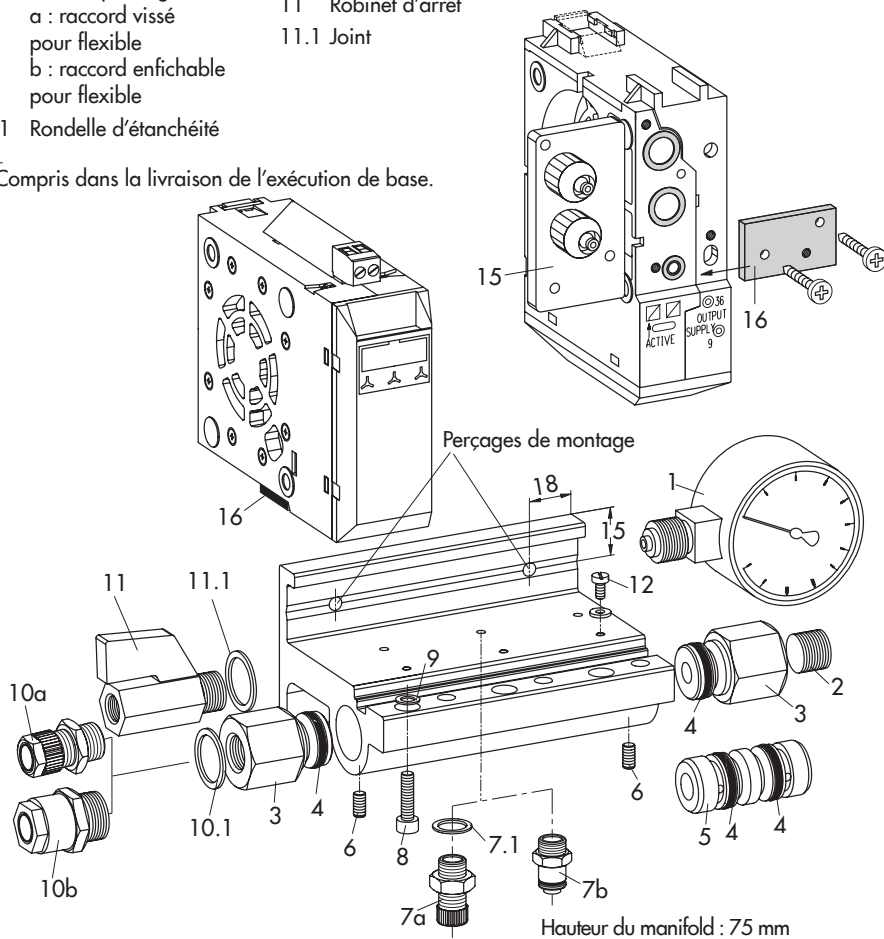

Fig. 4 : Remplacement de la plaque de raccordement sur le convertisseur (en haut) · Montage avec manifold (en bas)
Voir aussi Fig. 4 en page 14.
Le manifold (Fig. 4) est disponible en tant qu'accessoire et permet de fournir une alimentation d'air centralisée à plusieurs appareils types 6111.
- Placer les joints (4) sur les rainures extérieures de la pièce d'accouplement (5).
- Serrer les vis sans tête (6) afin de fixer les pièces ensemble.
- Mettre en place les vis de fixation du type 6111 : enfoncer depuis le bas les vis cylindriques (8) dans les alésages de la plaque de raccordement, puis enfoncer le joint torique (9) sur la face supérieure pour empêcher les vis de tomber.
- Dévisser la plaque de raccordement originale (15) de la face inférieure du convertisseur et la remplacer par la plaque de raccordement noire (16) fournie en accessoire, puis la visser à l'aide de deux vis 3x10 mm (Fig. 4, en haut).
- Basculer légèrement le convertisseur vers le haut et l'enfoncer sur le manifold monté (chapitre 7.1), appuyer vers le bas, puis l'assurer à l'aide de la vis (8).
N° de position entre parenthèses (x), cf. Fig. 4 en page 14.